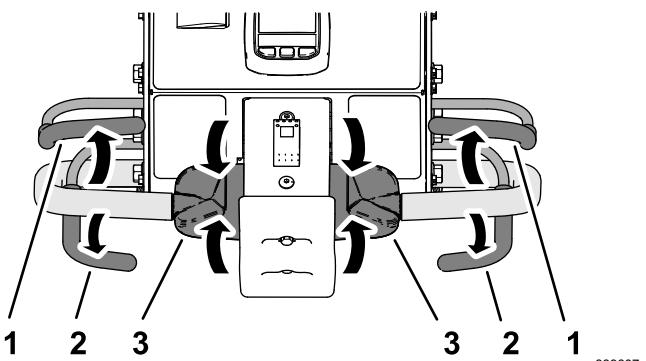

Figura 86
1. Se state effettuando l'riaggiatura, rilasciate la barra di arieggiatura (Figura 86) per sollevare la testa di carotaggio; fate riferimento a Sollevamento della testa di carotaggio (pagina 46).